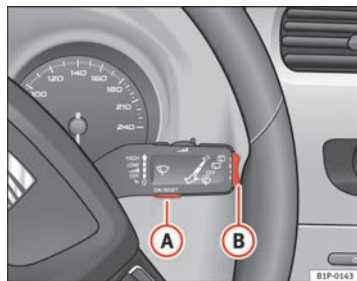
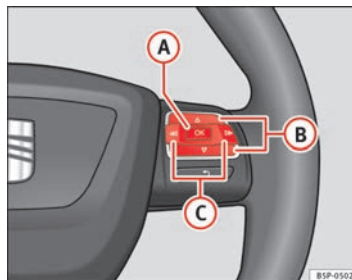

Fig. 43 Levier de l'essuie-glace : la touche A sert à confirmer les options du menu et la commande à bascule B permet de changer de menu
Fig. 44 Commandes au volant : la touche A sert à confirmer les options du menu et la touche B permet de changer de menu
- Pour accéder au menu « Configuration », appuyez sur la touche **(C)** ⇒ page 70, fig. 44 jusqu'à ce qu'il apparaisse à l'écran. Vous vous trouvez maintenant dans ce menu.
- Pour passer d'une mémoire à l'autre, appuyez brièvement sur la touche **A** ⇒ page 70, fig. 43 ⇒ page 70 du levier de l'essuie-glace ou sur la touche **OK** du volant multifonction ⇒ page 70, fig. 44 ⇒ page 70 lorsque vous avez mis le contact. ▶
Vous pouvez consulter sur l'indicateur multifonction les données suivantes en actionnant la commande à bascule **(B)** ⇒ page 70, fig. 43 ⇒ page 70 du levier de l'essuie-glace ou en appuyant sur la touche **(Δ)** ou **(▽)** ⇒ page 70, fig. 44 du volant multifonction*.